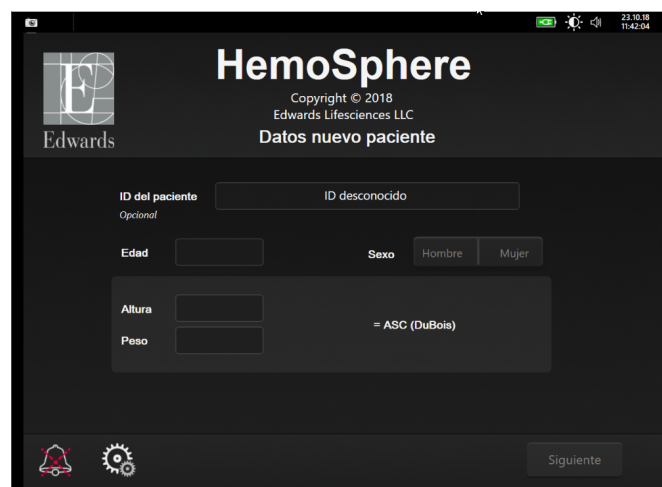

Figura 6-2 Pantalla Datos nuevo paciente
- 5 Aparecerá la pantalla **Datos nuevo paciente**. Consulte figura 6-2.